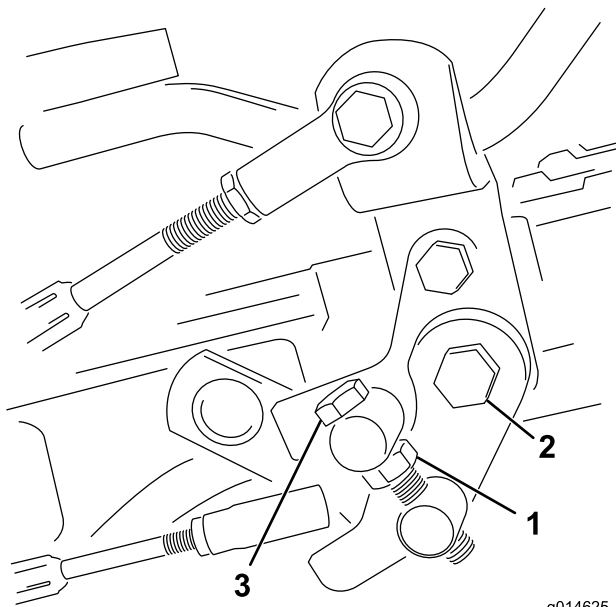

図 49
1. トラニオンボルトのジャムナットをゆるめる (図 49)。
4. トラニオンボルトのジャムナット、およびペダルピボットのナットを締め付けて調整を固定する (図 49)。調整を確認し、必要に応じて再調整する。